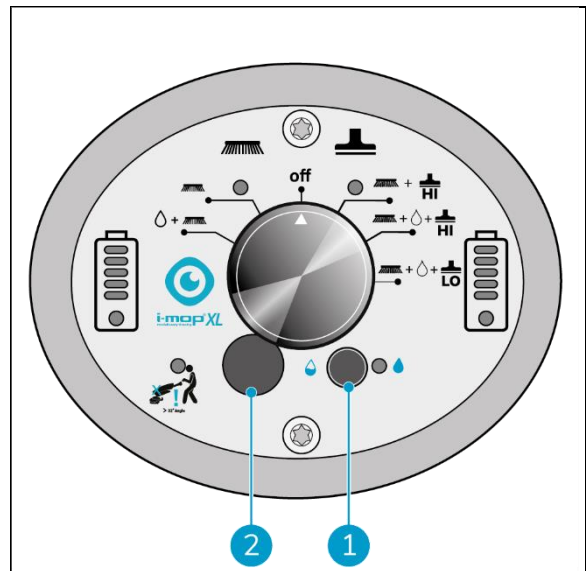

Figure 24
1. Activez le mode ECO en appuyant sur le bouton ECO après avoir sélectionné votre mode de nettoyage (Figure 24, pos. 1).
3. Pour régler le débit d'eau lorsque le mode ECO est activé, vous pouvez retirer le capuchon en caoutchouc (Figure 24, pos 2) et utiliser un petit tournevis à tête plate pour modifier le débit sur le cadran situé sous le capuchon. Voir le tableau des débits ci-dessous.